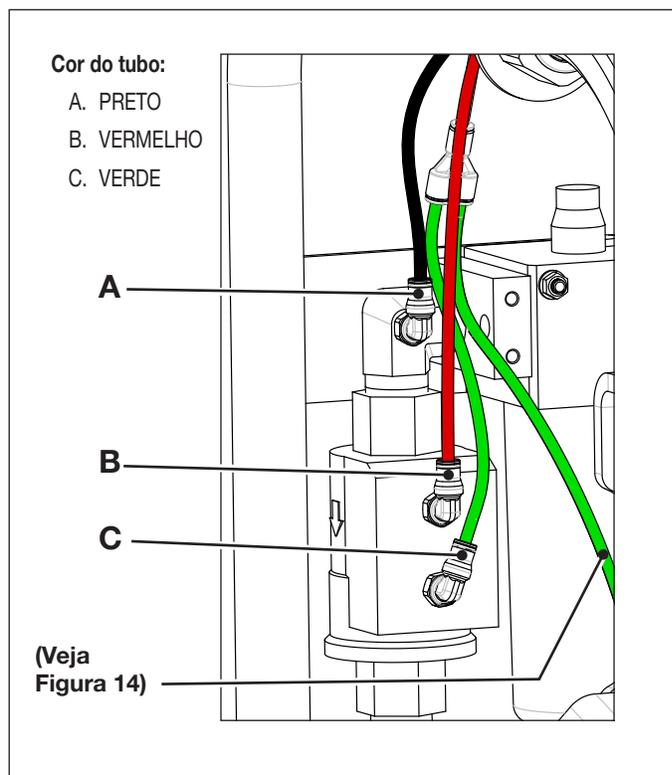
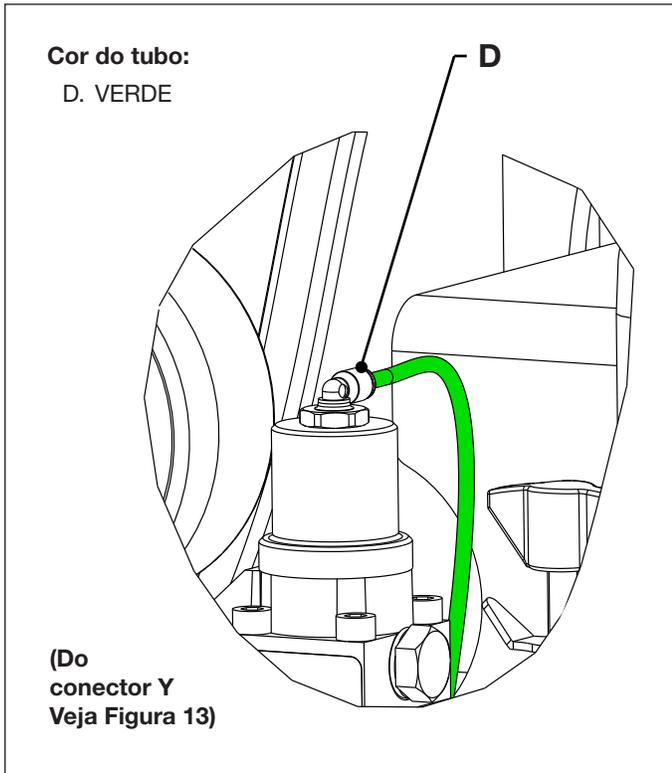

Figura 13: Conexões do tubo de ar - válvula de controle da lógica de ar
Figura 14: Conexão do tubo de ar - válvula de controle hidráulica
3. Desconecte os tubos de ar da bomba nos locais "A", "B", "C" e "D" conforme mostrado em Figura 13 e Figura 14.
23. Reconecte os tubos de ar da bomba nas locais "A", "B", "C" e "D". Veja Figura 13 e Figura 14.